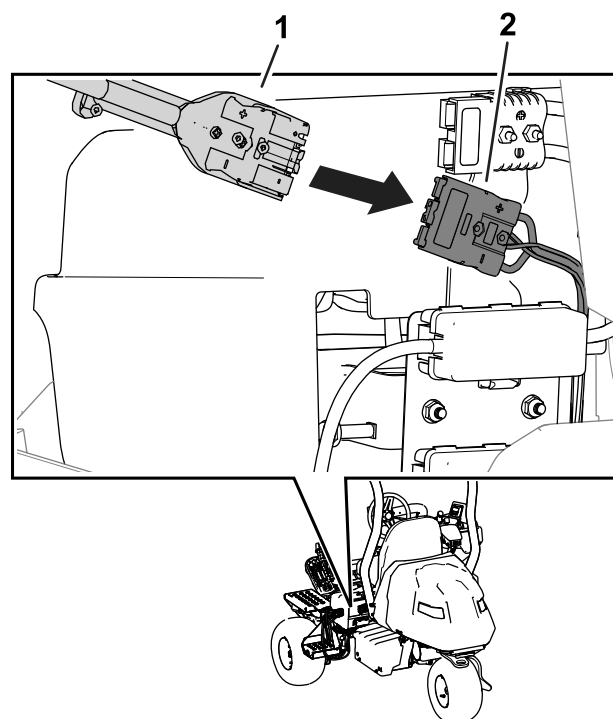

Рисунок 33
7. Вставьте разъем выхода зарядного устройства в разъем для зарядного устройства на машине (Рисунок 33).